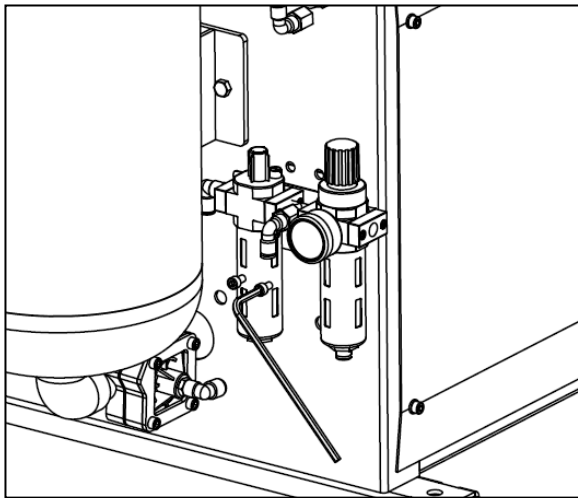

図 6
- エアーレギュレーターをエアータンクの右側に取り付け、図 6 のように No.5 アレンキーで M6x10 ネジ 2 本で取り付けます。
- エアーレギュレーターを取り付けた後、図 7-1 と図 7-2 の様に $\phi 8$ PU ホース 2 本を接続しているストレートコネクタを取り外します。(このコネクタは、PU ホースが本体に戻る事を防ぎます。) PU ホースを図 6 のようにエアーレギュレーターのコネクタに接続します。